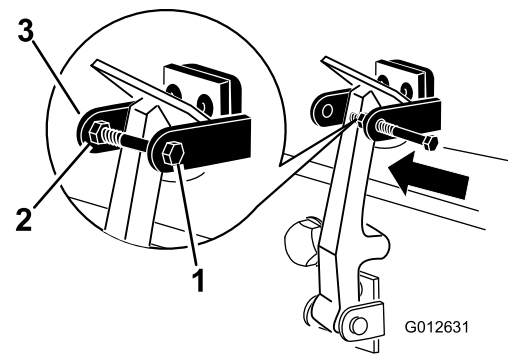

Figure 8
8. Vissez le boulon dans l'autre bras du support de loquet du capot pour bloquer le loquet en position (Figure 8). Serrez le boulon mais pas l'écrou.